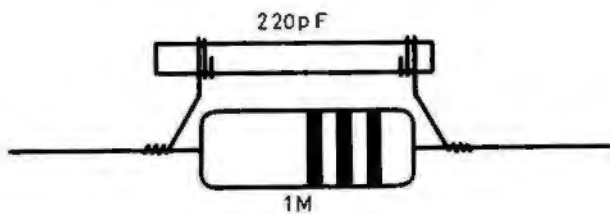

Figura 8
- * Con esos elementos forme un grupo R-C como indica la figura 8.